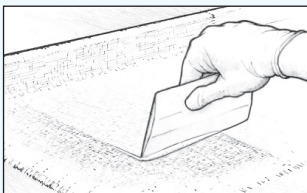

Abbildung 24 Entfernen Sie überschüssiges Epoxidharz mit einem Spachtel, bevor es in den Geleezustand übergeht.
6. Entfernen Sie das überschüssige Epoxidharz mit einem Spachtel (Abbildung 24). Arbeiten Sie in langen, überlappenden und gleichmäßigen Spachtelstrichen. Hiermit soll das überschüssige Epoxidharz entfernt werden, das zu einem Abrutschen des Gewebes führen kann. Dabei sollen trockene Stellen, bedingt durch einen zu starken Druck auf den Spachtel, vermieden werden. Überschüssiges Epoxidharz sieht glänzend aus. Eine gründlich vorgetränkte Fläche erscheint vollständig transparent mit einer leichten Textilstruktur. Die weiteren Anstriche mit Epoxidharz füllen diese Gewebestruktur aus.